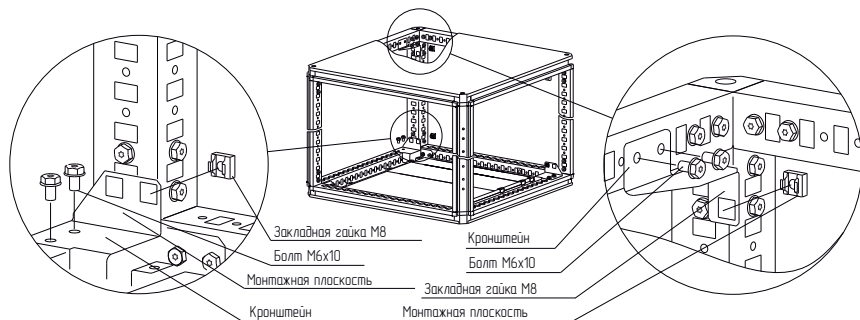

Рисунок 1
4.1.2 Закрепить на крыше и основании кронштейны болтами М6×10 (рисунок 1). Момент затяжки – 7 Н·м. Монтажная плоскость кронштейнов должна быть на равном удалении от фасадной плоскости каркаса.
4.1.3 Установить закладные гайки М8 в квадратные отверстия кронштейнов (рисунок 1).